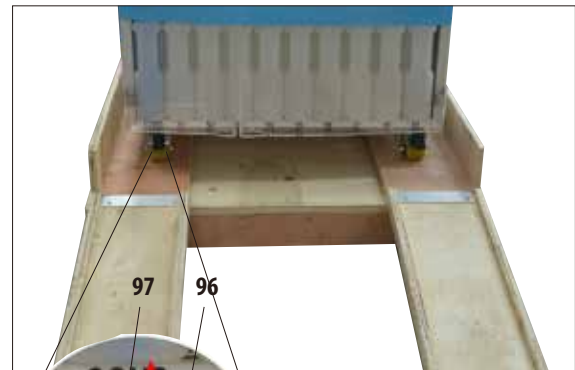

Bild 10
- Lossa låsmekanismen (97) på de två rullhjulena (96) på framsidan, så att du kan rulla fram instrumentet (bild 10).
- När instrumentet har placerats på installationsplatsen måste rullhjulen låsas. Det gör du genom att föra tillbaka låsarmarna (97) (detaljvy, bild 10) nedåt.